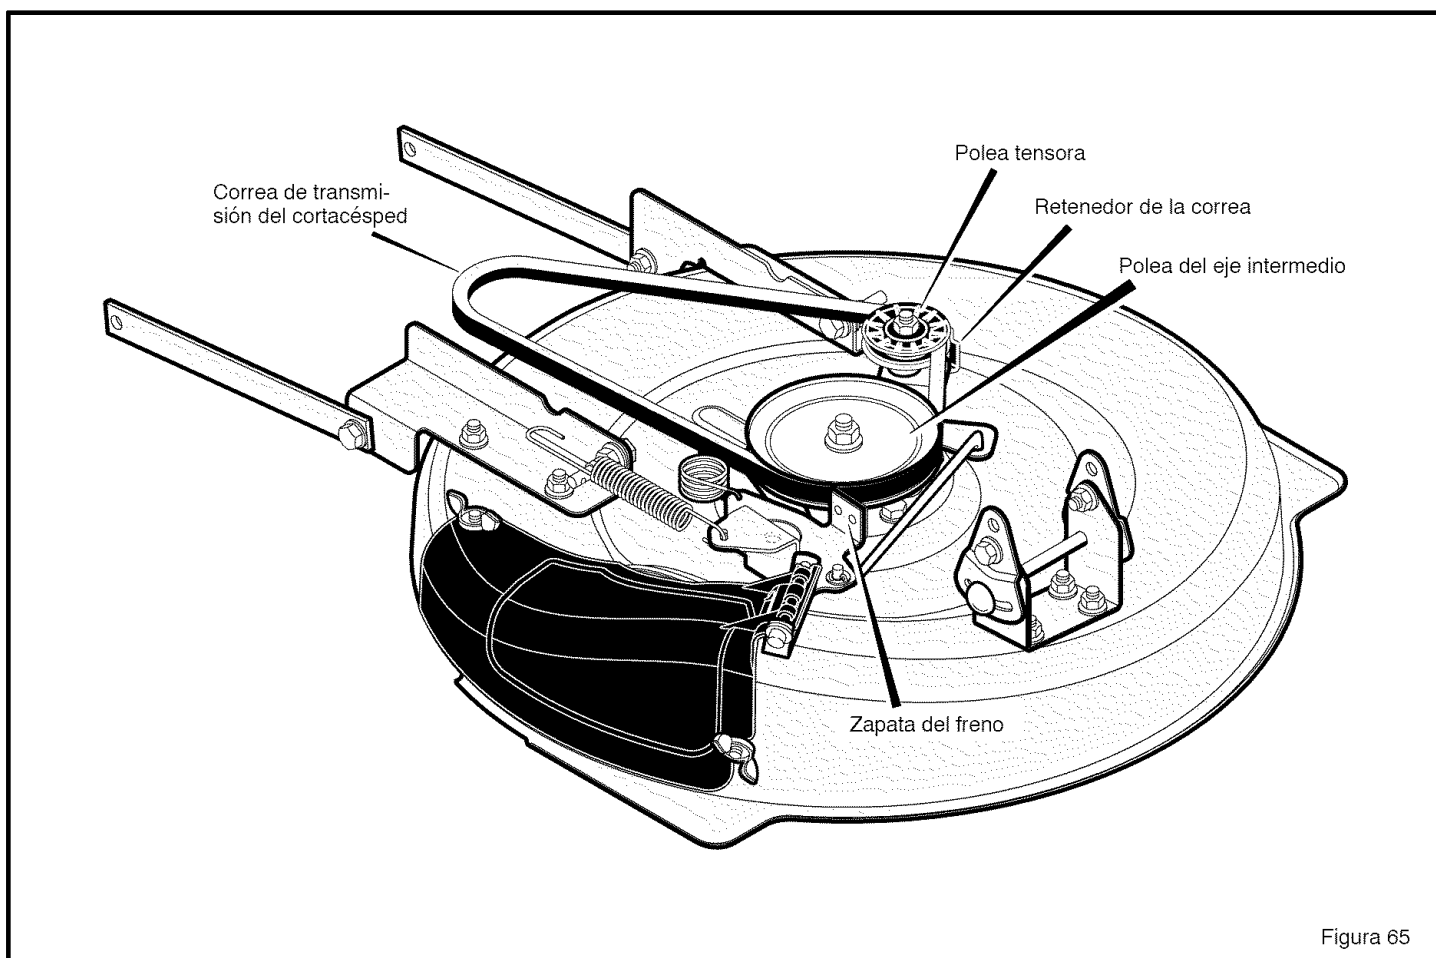

Figura 65
2. Separe el **retenedor de la correa** de la **polea tensora** y saque la **correa de transmisión** (Figura 65).